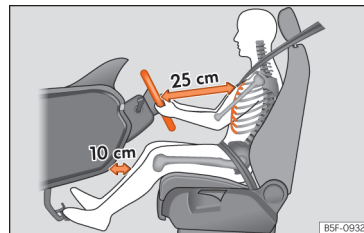

Fig. 14 Distanța corectă dintre șofer și volan trebuie să fie de cel puțin 25 cm (10 inch).
- Reglați volanul astfel încât să existe o distanță de cel puțin 25 cm (10 inchii) față de stern »» fig. 14 și să îl puteți ține cu ambele mâini de părțile laterale exterioare, cu brațele ușor flexate.